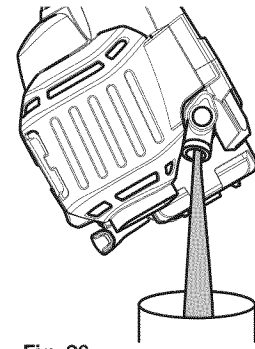

Fig. 26
3. Incline la unidad verticalmente para verter el aceite fuera del orificio de llenado de aceite y al interior del recipiente (Fig. 26). Deje bastante tiempo para que se drene completamente.